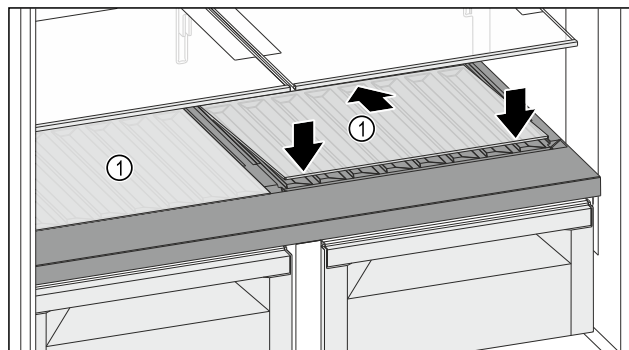

Fig. 132
- Posizionare il ripiano di vetro Fig. 132 (1) inclinato indietro e verso il basso.
- Abbassare la parte anteriore del ripiano di vetro Fig. 132 (1).